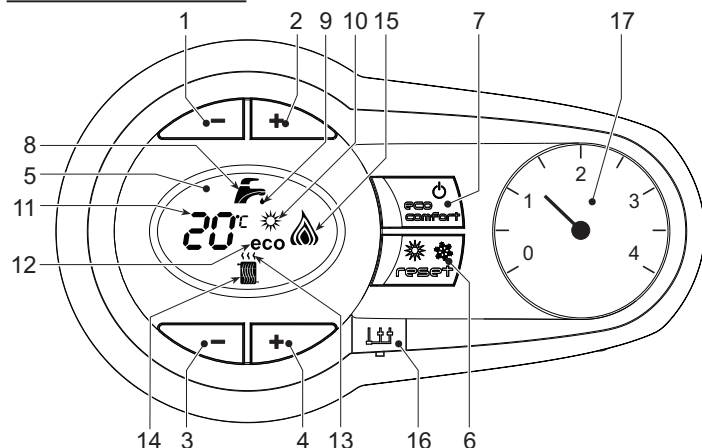
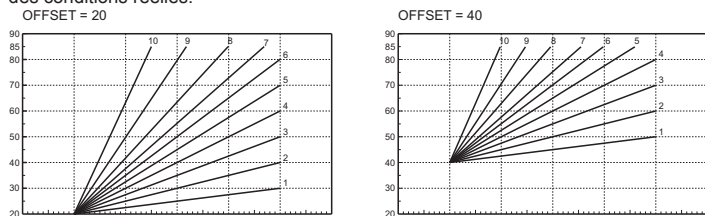

Figure 1 - Pupitre de commande
Figure 11 - Exemple de déplacement parallèle des courbes de compensation
Légende du pupitre de commande de la figure 1
À l'écran (pos. 11 - fig. 1), s'affichent la température actuelle de départ du chauffage et, pendant le temps d'attente, le message « d2 ».
À l'écran (pos. 11 - fig. 1), s'affichent la température actuelle de sortie de l'eau chaude potable et, pendant le temps d'attente, le message « d1 ».
La demande de confort (rétablissement de la température interne de la chaudière) apparaît à l'écran sous forme de symbole de l'eau clignotant sous le robinet. À l'écran (pos. 11 - fig. 1), s'affiche la température actuelle de l'eau se trouvant dans la chaudière.
En cas de dysfonctionnement (voir le chapitre 4.4), s'affichent à l'écran le code d'erreur correspondant (pos. 11 - fig. 1) et, pendant le temps d'attente de sécurité, les messages « d3 » et « d4 ».
Enfoncez la touche **on/off** (activation/désactivation) (pos. 7 - fig. 1) pendant 5 secondes.
Une fois la chaudière mise hors service, la platine électronique est à nouveau alimentée en courant. La production d'eau chaude et le chauffage sont désactivés. Le système antigel reste actif. Pour remettre en service la chaudière, enfoncez la touche on/off (activation/désactivation) (pos. 7 - fig. 1) pendant 5 secondes.
Enfoncez la touche **Sommer/Winter** (été/hiver) (pos. 6 - fig. 1) pendant 2 secondes. L'écran active le symbole correspondant à l'été (pos. 10 - fig. 1) : La chaudière délivre uniquement de l'eau chaude potable. Le système antigel reste actif. Pour désactiver le mode été, enfoncez à nouveau la touche **Sommer/Winter** (été/hiver) (pos. 6 - fig. 1) pendant 2 secondes.
Grâce aux touches de chauffage (pos. 3 et 4 - fig. 1), la température peut être paramétrée entre 20 °C et 80 °C.
Grâce aux touches de la production d'eau chaude (pos. 1 et 2 - fig. 1), la température peut être paramétrée entre 40 °C et 55 °C.
Le dispositif peut être désactivé par l'utilisateur (mode ÉCO), en enfonceant la touche **Eco/Comfort** (Éco/Confort) (pos. 7 - fig. 1). En mode ÉCO, le symbole ECO s'affiche à l'écran (pos. 12 - fig. 1). Pour activer le mode CONFORT, enfoncez à nouveau la touche **Eco/Comfort** (Éco/Confort) (pos. 7 - fig. 1).
Grâce au réglage de la température variable, la température paramétrée à l'aide des touches de chauffage (pos. 3 - fig. 1) est prise en charge comme la température maximale de départ de l'installation. Il est conseillé de paramétrer le système sur la valeur maximale de sorte qu'il puisse effectuer le réglage dans toute la plage de fonctionnement possible.
Si la touche **Reset** (Réinitialisation) (pos. 6 - fig. 1) est enfoncee pendant 5 secondes, le menu « Gleittemperatur » (Température variable) s'ouvre et l'affichage clignotant « CU » apparaît.
Grâce aux touches de la production d'eau chaude (pos. 1 - fig. 1), la courbe souhaitée peut être paramétrée entre 1 et 10. en fonction du symbole. Si la courbe est paramétrée sur 0, le réglage de la température variable est désactivé.
Les touches de chauffage (pos. 3 - fig. 1) permettent d'activer le déplacement parallèle des courbes et de faire apparaître l'affichage clignotant « OF ». Grâce aux touches de la production d'eau chaude (pos. 1 - fig. 1), le déplacement parallèle des courbes peut être paramétré en fonction du symbole (fig. 11).
Si la touche **Reset** (Réinitialisation) (pos. 6 - fig. 1) est à nouveau enfoncée pendant 5 secondes, le menu « Gleittemperatur » (Température variable) se ferme.
Sélection Eco/Comfort (Éco/Confort)	Si la production d'eau chaude est désactivée via le menu du régulateur d'ambiance OT, la chaudière passe en mode économique. Dans ces conditions, la touche Eco/Comfort (Éco/Confort) (pos. 7 - fig.1) du panneau de commande de la chaudière est désactivée. Si la production d'eau chaude est activée via le menu du régulateur d'ambiance OT, la chaudière passe en mode confort. Dans ces conditions, un des deux modes de fonctionnements peut être sélectionné à l'aide de la touche Eco/Comfort (Éco/Confort) (pos. 7 - fig.1) du panneau de commande de la chaudière.